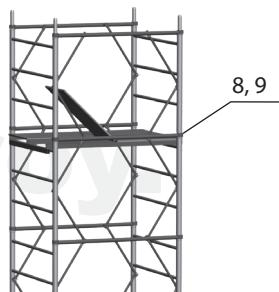

рис. 4
- Установить настилы с люком (8) и без люка (9) на верхние перекладины лестниц и аналогично собрать следующую секцию.
- Установить настилы (8, 9) на высоте не более 5,0 м (рис. 4).
- Последняя секция вышки, служит ограждением рабочей зоны (рис. 4).